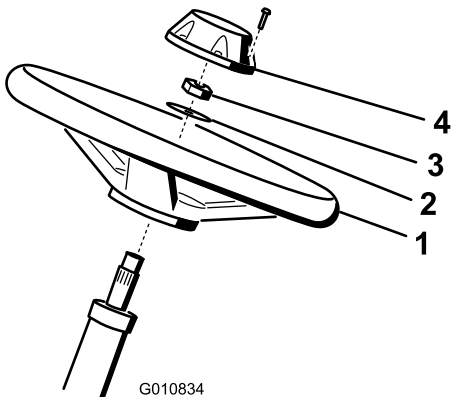

图 6
1. 将方向盘滑入转向轴图 6。
2. 将垫圈滑入转向轴图 6。
3. 使用锁紧螺母将方向盘固定到转向轴上上紧扭矩至 2735 N·m 图 6。
4. 将中心盖安装到方向盘上并用 6 个螺栓固定图 6。